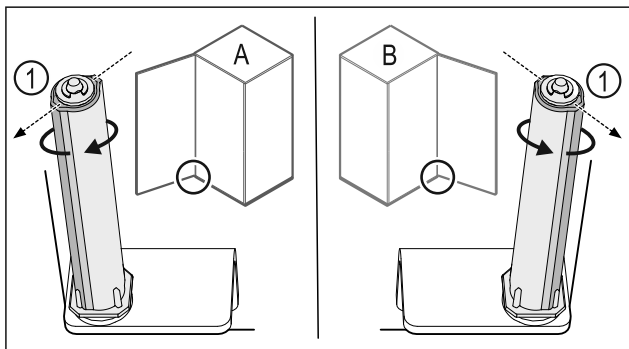

Fig. 39 Hapja majtas (A) / Hapja djathtas (B)
- ▶ Rrotulloni sistemin e mbylljes kundër rezistencës, derisa shufra e sistemit të mbylljes Fig. 39 (1) të jetë drejtuar nga jashtë.